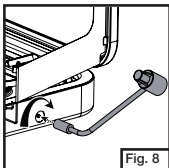

Fig. 8
- Poussez et vissez le régulateur dans le réchaud en serrant à la main dans le sens horaire. (Fig. 8)